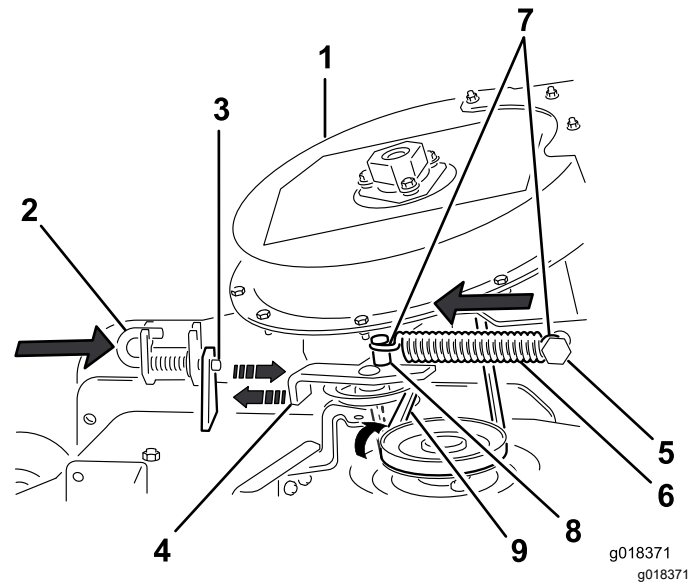

Figura 30
2. Fate passare temporaneamente la cinghia sotto alla puleggia tendicinghia (Figura 30).
3. Spostate la staffa orientabile del tendicinghia verso il supporto per molla fisso e montate la molla allineando il gancio della molla sul supporto per molla del tendicinghia (Figura 30).
4. Estraiete la puleggia del tendicinghia caricata a molla dal supporto per molla fisso e disponete la cinghia attorno alla puleggia del piatto (Figura 30).